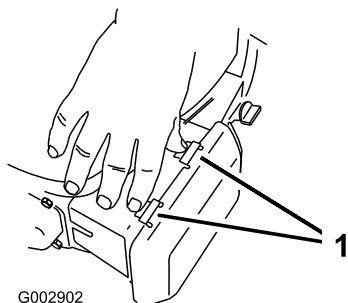

Рисунок 42
1. Нажмите книзу на язычки защелок наверху крышки воздухоочистителя (Рисунок 42).